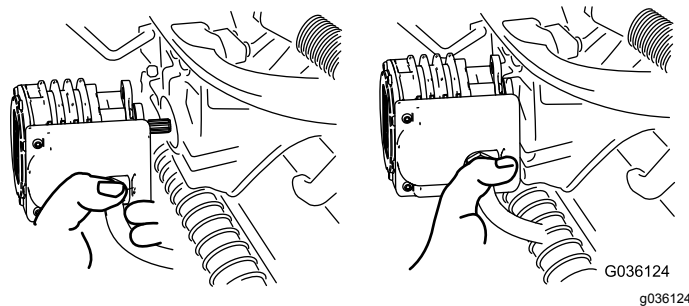

Рисунок 52
- Переместите электродвигатель на место хранения на передней стороне рычага подвески (Рисунок 52).